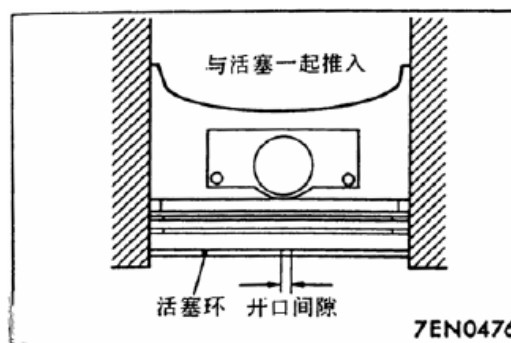

图 5-5
(2) 将活塞环放入气缸孔中, 用活塞将它们推下使活塞顶与活塞环相接触, 并使环与气缸壁成 90°。然后用测隙规测量环的开口间隙。如果开口间隙太大, 则应更换活塞环 (见图 5-5)。